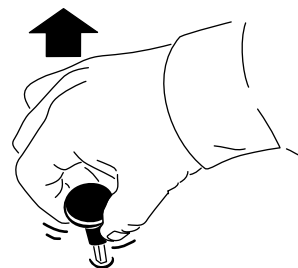

Figure 12
- Tirez sur la commande (Figure 12) pour engager la PDF ou activer l'outil (selon la configuration).